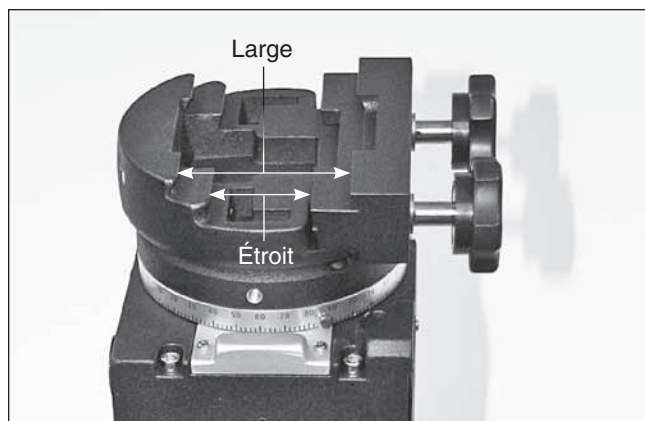

Figure 7. La plaque de support double largeur permet de maintenir des fixations à queue d'aronde ou des embases fines ou larges.
2. Desserrez les deux boutons de serrage sur la plaque de support double largeur (**Figure 7**) jusqu'à ce que la largeur de l'une des rainures à queue d'aronde soit légèrement plus large que la largeur de la fixation à queue d'aronde sur votre télescope.